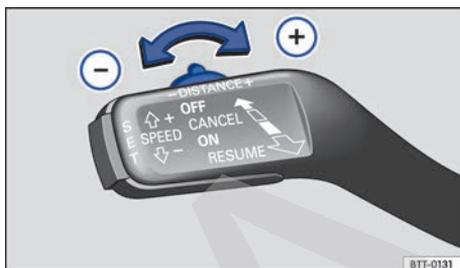

Fig. 201 Lado izquierdo de la columna de dirección: ajuste de la distancia del control de cruceo adaptivo.
- ① Vehículo precedente, la regulación de la distancia está activa.
- ② Indicación del nivel de distancia seleccionado con el mando → **fig. 201**.
- ③ Nivel de distancia seleccionado (grande) con la regulación activa.
- ④ Vehículo precedente, la regulación de la distancia no está activa.
- ⑤ Margen de distancia seleccionado con la regulación inactiva.
Los niveles de distancia se pueden ajustar mediante el mando desplazable de la palanca → fig. 201 o en el sistema de infotainment (dependiendo del país). El programa de conducción solo se puede ajustar en el sistema de infotainment → pág. 268.
Para mostrar la distancia ajustada actualmente, pulse ligeramente el mando desplazable situado en la palanca → fig. 201.
Presione brevemente el mando hacia la izquierda o hacia la derecha → fig. 201: